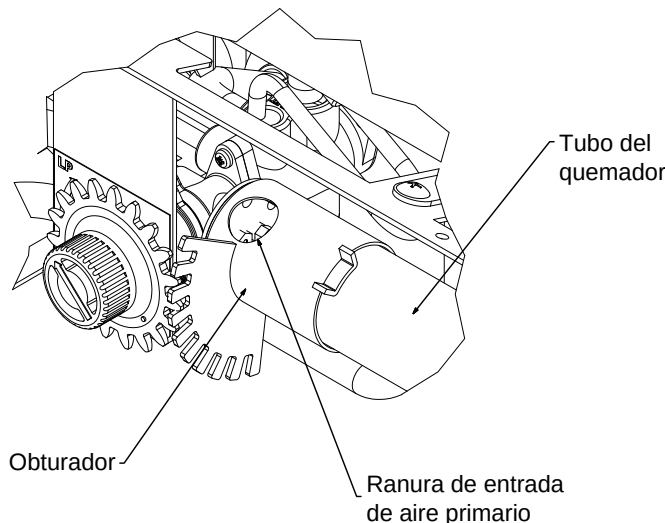

Fig. 31 - Ranura de entrada de aire primario en el tubo del quemador
2. Inspeccione el quemador, el piloto y los agujeros de entrada de aire primario en el porta orificio en busca de polvo y suciedad (Ver Fig. 31).